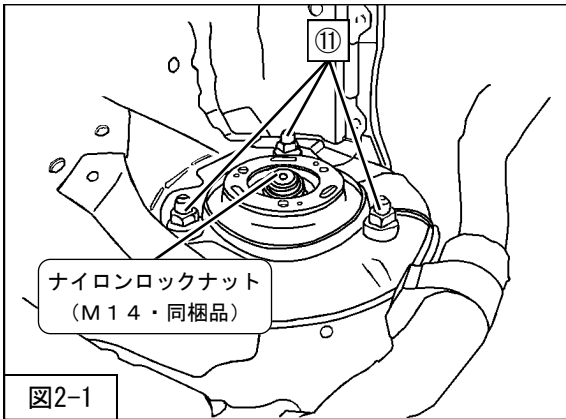

図2-1
①ダンパーアッパー取付ナット（締付トルク：50N・m）を車両に取付けてください。（図2-1）
（締付トルク：47N・m）を本締めしてください。（図2-1）